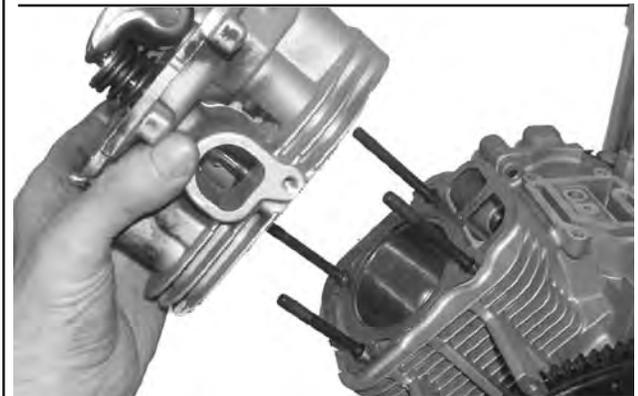

Abbildung 9-51. Entfernung der Anschlüsse der Zylinderköpfe.
1. Die vier geflanschten Sechskantschrauben oder die sechs Sechskantmuttern mit Unterlegscheiben, die den jeweiligen Zylinderkopf fixieren, entfernen. Siehe Abbildung 9-51. Die Schrauben oder die Muttern und die Unterlegscheiben nach der Abnahme entsorgen. Nicht erneut verwenden. Die Sperrstifte (soweit vorhanden) müssen nur dann entfernt werden, wenn diese beschädigt sind oder der Zylinder instandgesetzt werden muss. Entfernte Sperrstifte müssen ersetzt werden.